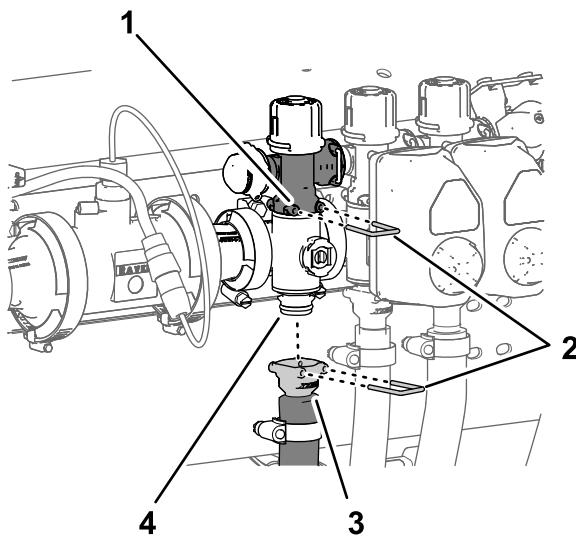

Figure 125
1. Retirez l'étrier qui fixe le raccord rapide de la vanne de dérivation de section à la vanne de section du collecteur (Figure 125)
2. Retirez l'étrier qui fixe le raccord rapide du flexible d'alimentation de section au collecteur et l'étrier qui fixe le raccord rapide de la valve du collecteur de section (Figure 125).